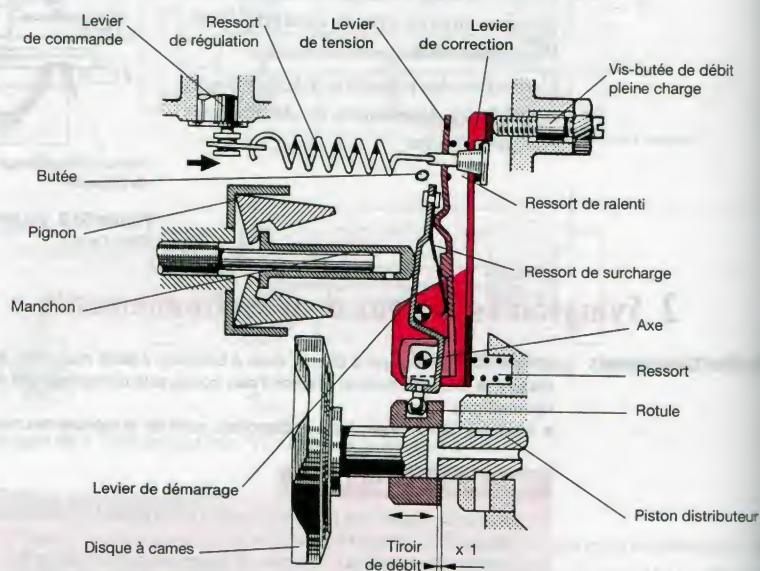

Figure 59.2. Système de régulation « toutes vitesses » sur une pompe VE (en position ralenti)
- le levier de démarrage, muni d'un ressort de surcharge (à lame ou en spirale), est en liaison directe par une rotule avec le tiroir de débit (fig. 59.2) ;
- le levier de tension, permettant la fixation des ressorts de ralenti et de grande vitesse (tension variable suivant le déplacement du levier extérieur d'accélération) (fig. 59.2) ;
- le levier de correction, en appui sur la butée de réglage du débit de pleine charge (fig. 59.2).
La *vitesse* de rotation augmente et les *masses*, sous l'effet de la *force centrifuge*, vont amener le levier de démarrage en appui sur le levier de tension en comprimant le *ressort de surcharge* plus faible (fig. 59.2).
Le *débit* de surcharge s'élimine automatiquement par la réduction de la « course utile » (déplacement du tiroir de régulation vers l'arrière) ($\times 1$, (fig. 59.2)) et devient la position « débit pleine charge » réglée par la vis butée du levier de correction (fig. 59.2).
Le *ressort de régulation* est détendu et la régulation s'effectue sur le « *ressort de ralenti* » (fig. 59.2).